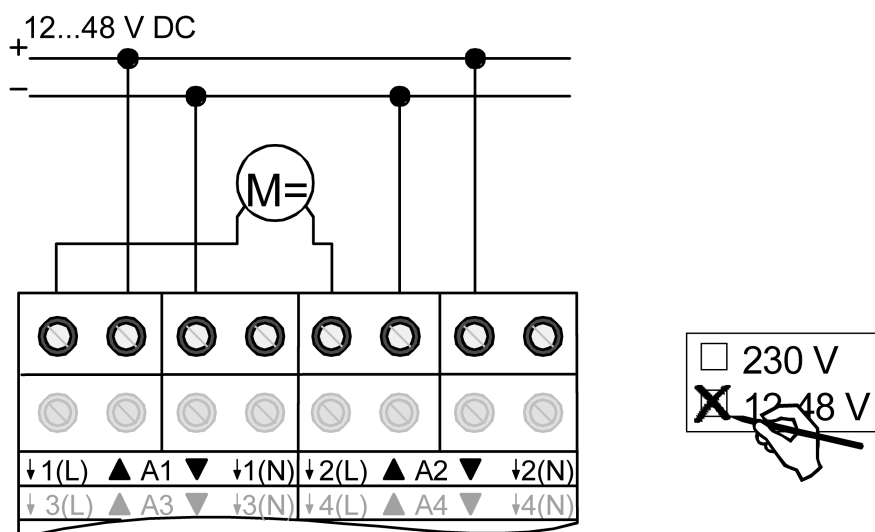

Bild 7: Elektrischer Anschluss für 12 ... 48 V-Antriebsmotoren
- Antriebsmotoren gemäß Anschluss-Beispiel anschließen (Bild 7).